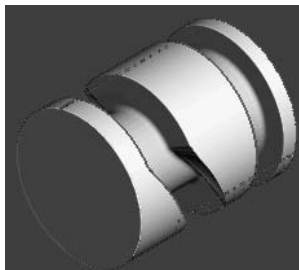

图 4-52 仿真加工结果
2) 在“仿真”工具栏的“当前刀具路径”下拉列表中选择要模拟的刀具路径 rough，然后单击“执行”按钮，系统开始自动仿真加工，仿真加工结果如图 4-52 所示。